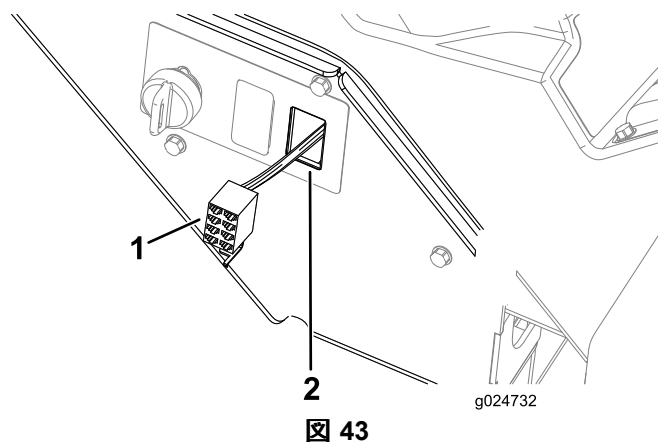

図 43
2. サイドコンソールのマウントに打ち抜いた穴に、ワイヤハーネスの8口コネクタを通す 図 43。